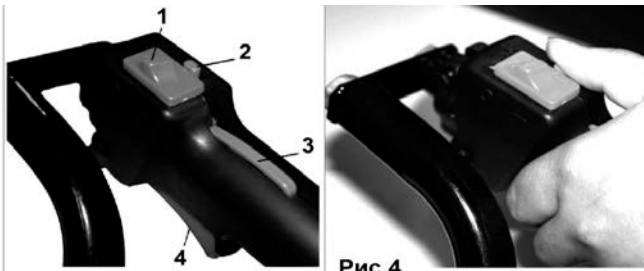

Рис.4
Чтобы включить машину нажмите стопор курка газа и курок газа одновременно (3,4, Рис.4) и зафиксируйте стопорной кнопкой (2, Рис.4).
Чтобы выключить машину нажмите кнопку остановки (1, Рис.4), чтобы она оказалась в положении «Stop».
1. Переведите выключатель (1, Рис.4) в положение «Start».
2. Нажмите стопор курка газа и курок газа одновременно (3,4, Рис.4) и зафиксируйте стопорной кнопкой (2, Рис.4)
- После запуска двигателя нажмите курок газа (4, Рис.4), чтобы отпустить кнопку 2 (Рис.4) и дать двигателю поработать на холостом ходу.
Выключайте двигатель, установив выключатель (1, Рис.4) в положение «Stop».